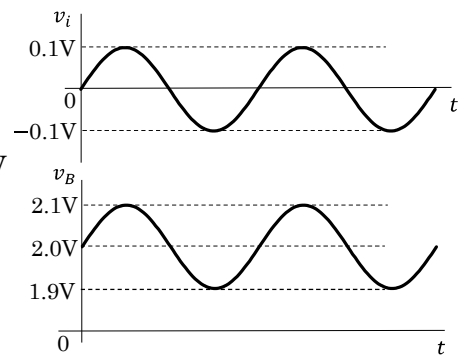

図2-2
(3) 入力信号 v_i として振幅0.1V、周波数1kHzの正弦波を加え、 v_B を図2-2のように2Vを中心として変化させるには、抵抗 R_1 の値を(③) Ω とする。
③の解答群